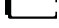

**Figura 1-1** Installazione delle batterie
- 1 **Aprire il coperchio delle batterie.** Con un cacciavite adatto Phillips, svitare e rimuovere il coperchio della batteria come nella Figura 1-1.